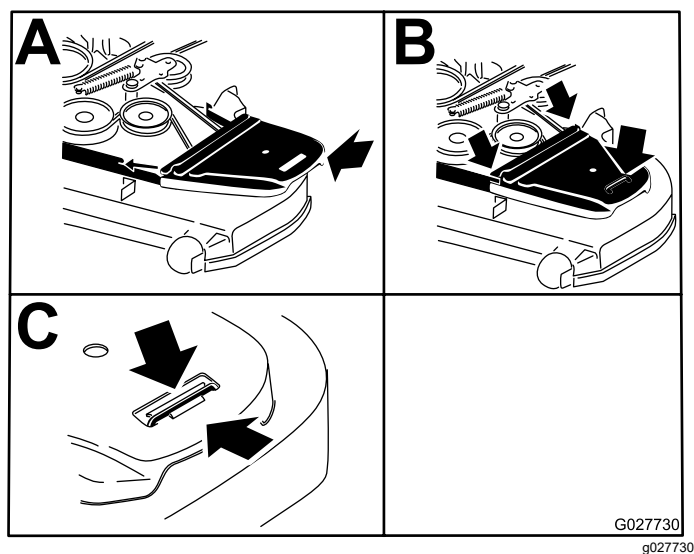

Figura 85
13. Instale las cubiertas de la correa (Figura 85).